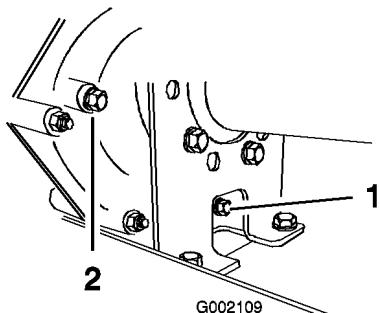
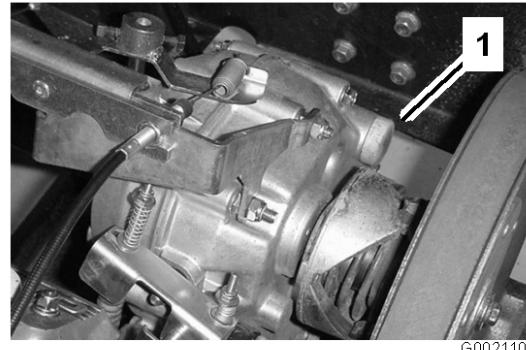

Bild 48
Bild 49
- Entfernen Sie die Ablassschraube aus der rechten Seite des Behälters (Bild 48) und lassen die Flüssigkeit in ein Auffanggefäß ablaufen. Schrauben Sie die Ablassschraube wieder fest ein, wenn keine Flüssigkeit mehr ausströmt.
- Füllen Sie den Behälter (Bild 49) mit ca. 1,4 l SAE 10W30 Motoröl oder bis sich der Ölstand an der Unterseite der Prüföffnung befindet (Bild 48).